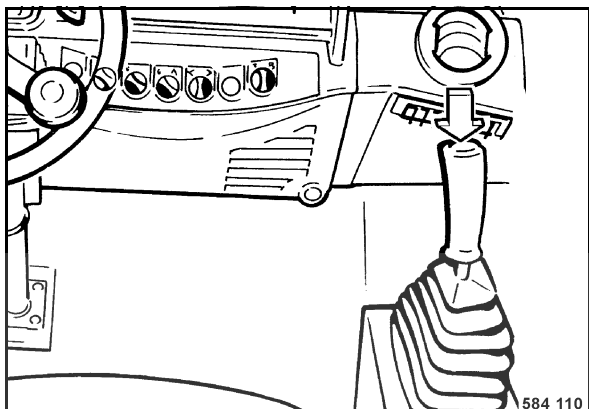

Fig. 95
- Mise en marche de la vibration (Fig. 95).